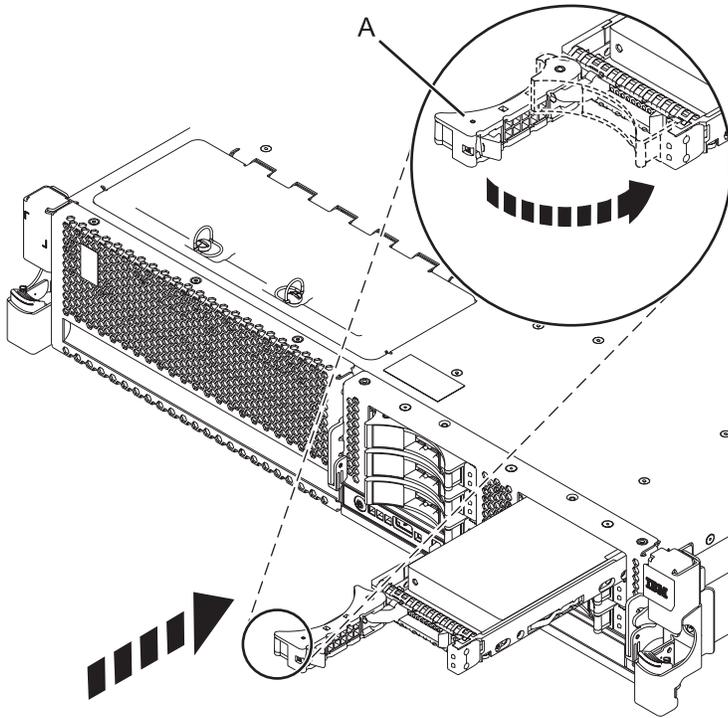

Abbildung 19. Plattenlaufwerk im System installieren
5. Wenn die Kennzeichnungsanzeige blinkt, schieben Sie das Laufwerk ganz in das System ein und drücken den Griff des Laufwerks (A) ein, bis er einrastet (siehe Abb. 19 auf Seite 34).